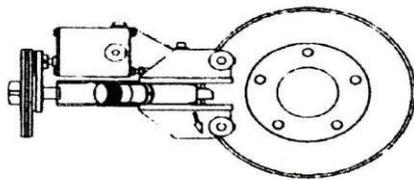

Рис.40
- 2-При необходимости поверните токарный блок VL-718 на 180 градусов, подача питания выполняется снизу, рис. 40.**